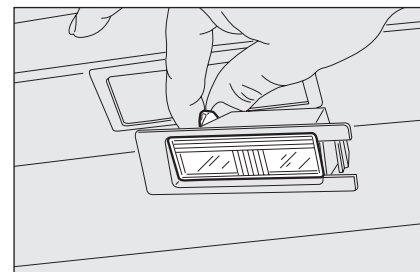

Рис. 28
- замените лампу (рис. 28), раздвинув пружинные контакты и убедившись, что новая лампа надежно закреплена между ними;